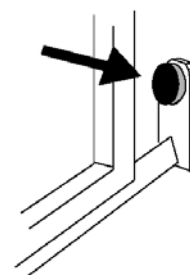

Fig. 2
Attention : la présence d'une butée sur la glissière inférieure est impérative pour stopper le portail en ouverture et en fermeture (fig. 2) afin d'éviter sa sortie de la glissière et son renversement dangereux.
- Procéder à la fixation du moteur sur l'embase par les 4 vis fournis **C**. Régler le moteur dans le sens horizontal en le faisant glisser dans les fentes des pattes d'ancrage **D** (**fig. 2**).